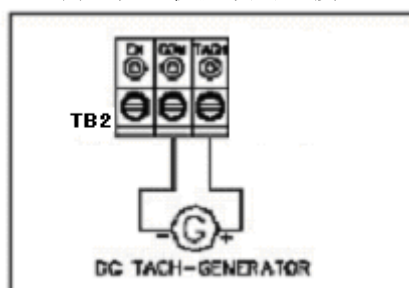

图17
6. 测速反馈 – 控制器出厂设定为电枢反馈。电枢反馈可以为大多数的应用提供较好的负载调节。对于更高级的负载调节来说, 可以使用速度闭环的方式。连接一个测速反馈发电机, 测速反馈发电机的极性一定要与输入信号的极性相同 (参见图17)。